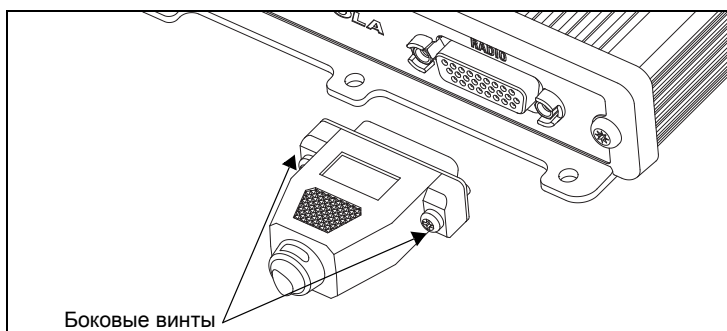

Рис. 11: Подключение соединительного кабеля для базовой станции и распределительной коробки
2. Закрепите соединительный кабель для базовой станции и распределительной коробки (PMKN4169) или соединительный кабель для базовой станции и распределительной коробки с USB-кабелем для передачи данных (PMKN4170) от автомобильной базовой станции, закрутив винты на разъеме распределительной коробки автомобильного комплекта MTP6000, как показано на Рис. 11.